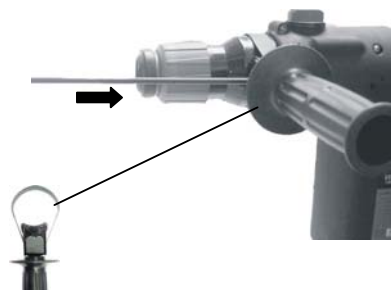

FIGURA 3
- ROTITI MANERUL LATERAL IN SENS INVERS ACELOR DE CEASORNIC, INTRODUCETI GHIDAJUL DE ADANCIME IN MANER (VEZI FIGURA 3).